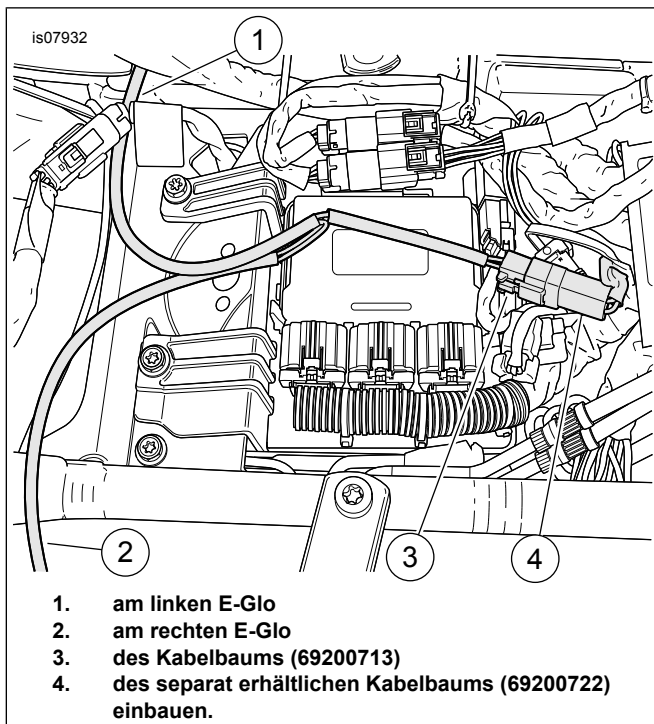

Abbildung 3. Den Elektrikanschluss-Kabelbaum
- Siehe Abbildung 3. Die elektrischen Verlängerungskabelbäume nach der Anleitung dieses Satzes einbauen (siehe Einbauanforderungen).